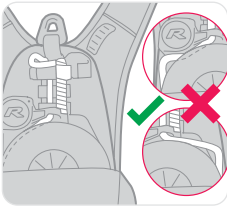

Figura 6
- Verificați linia de coborâre pentru depistarea oricărui spațiu între tambur și plasă (figura 6). Dacă linia este slăbită, dispozitivul MSA PRD se va scoate din uz și se va cere sfatul MSA sau al unui agent autorizat.